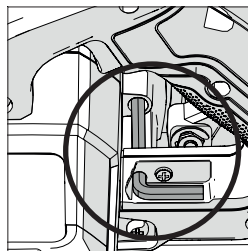

Abb. 1
- Finden Sie den mitgelieferten Sechskantschlüssel für den Wechsel der Sägeblätter, der sich im Aufbewahrungsfach an der Maschine befindet (**Abb. 1**)